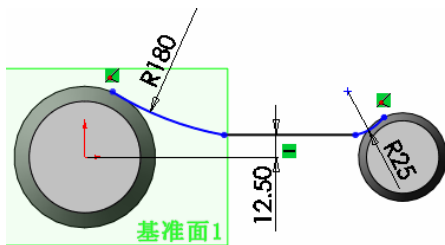

图 4-114 辅助引导线草图
② 绘制直线和切线弧。单击“草图”工具栏中的“直线”按钮和“三点圆弧”按钮, 绘制如图 4-114 所示的草图, 并标注尺寸。